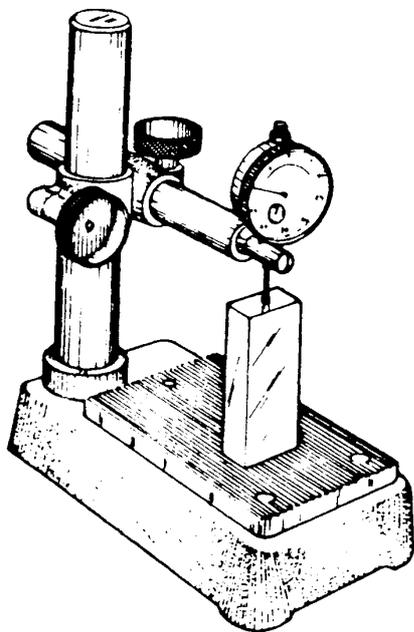

Fig.8 - Relógio comparador adaptado a mesa de medição
*Tipos de Aplicações (figs.8, 9, 10, 11, 12, 13 e 14)*